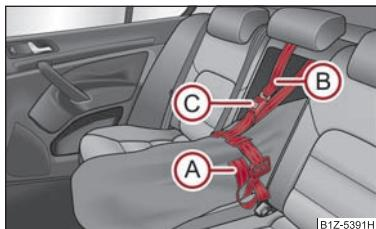

Fig. 5 Segurança do saco de passagem
- Puxe o cordão **(A)** na ponta livre à volta dos esquis antes da fixação ⇒ fig. 5.